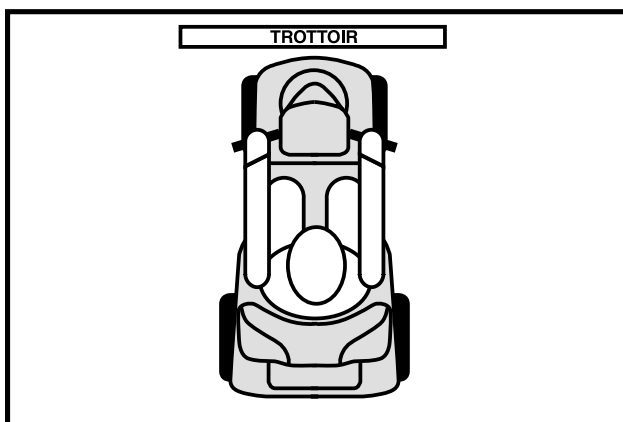

Figure 3. Approche correcte
**MISE EN GARDE!** Approchez perpendiculairement toutes bordures surélevées que vous devez monter ou descendre avec votre scooter. Voir les figures 3 et 3A.